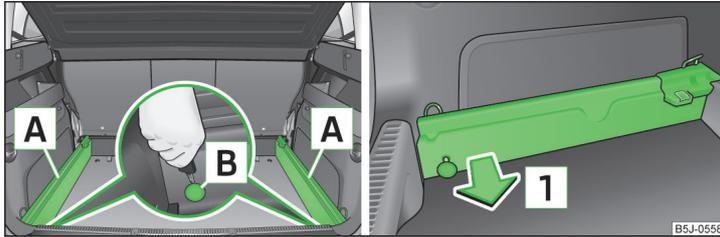

Fig. 70 Maletero: aflojar los puntos de seguridad / retirar las guías portantes
- Soltar los puntos de seguridad **B** » fig. 70 en las guías portantes con la llave del vehículo o con un destornillador plano.
- Presionar el punto de seguridad **B** » fig. 70 en cada guía portante hasta el tope.